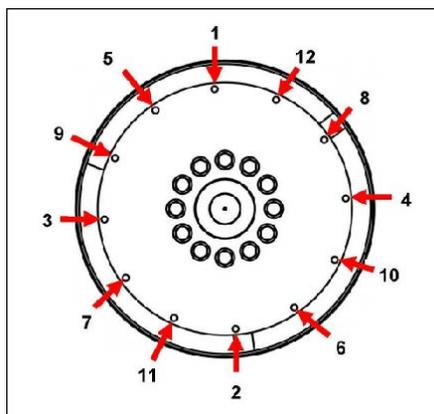

FIGURE 19. SÉQUENCE FIXE
10. Déposer les goujons d'alignement. Monter les vis d'accouplement en utilisant des rondelles de jauge industrielles sous têtes. Serrer les vis pour fixer le disque d'accouplement au volant dans l'ordre indiqué sous Figure 19 à la page 31.